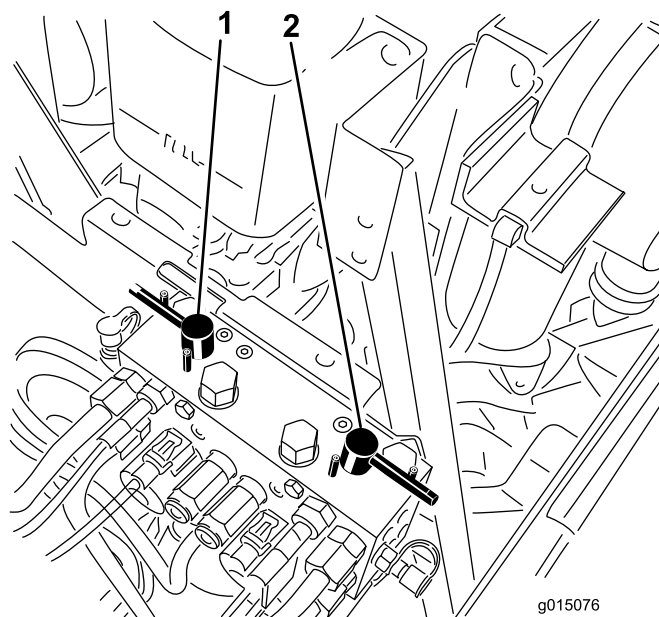

Figure 85
4. Sélectionnez les leviers de rodage avant, arrière ou les deux pour déterminer les unités qui doivent être rodées (Figure 85).